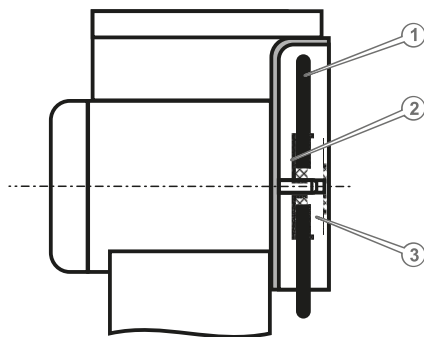

Рисунок 5. Схема конструкції робочої головки виробу.
2. Відкрутити пластикову гайку (3, рис. 5) фіксації диска.
3. Замінити абразивний диск (2, рис. 5).